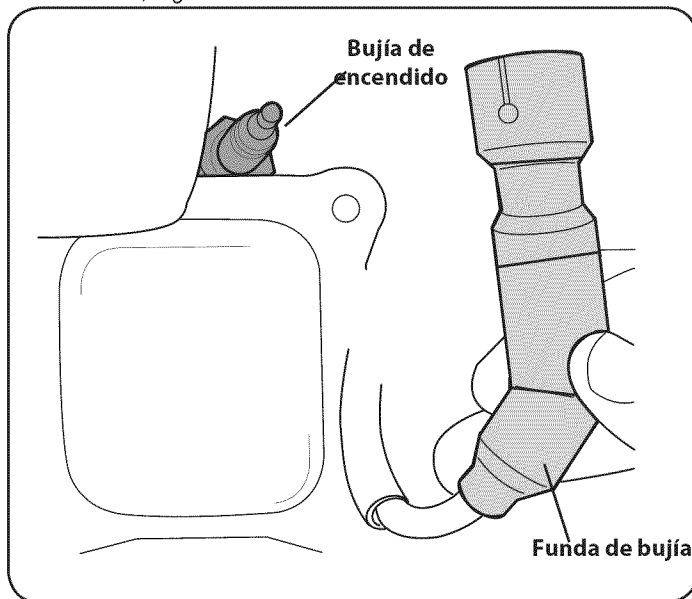

Figura 10
1. Retire la funda de la bujía y utilice una llave para bujías para extraerla, Figura 10.